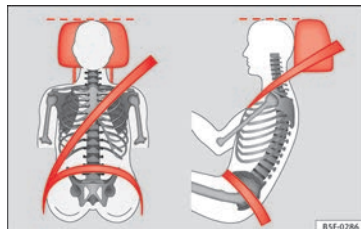

Fig. 84 Poggiatesta posizionato correttamente, vista frontale e laterale.
• Regolare il poggiatesta portandone il bordo superiore alla stessa altezza della parte superiore della testa, almeno all'altezza degli occhi » » fig. 84.